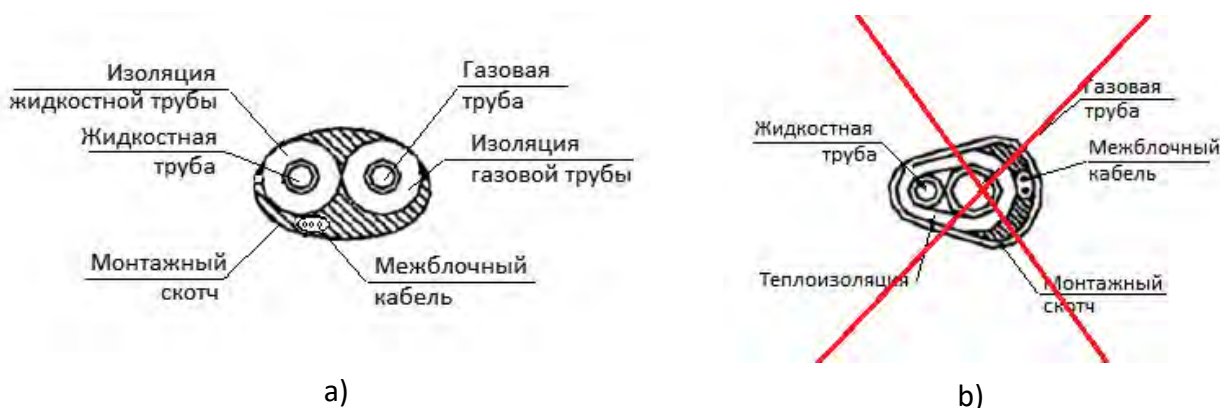

Рис.2.20
- Не допускается размещение газовой и жидкостной трубы в одной термоизоляционной трубе (рис.2.20, b)